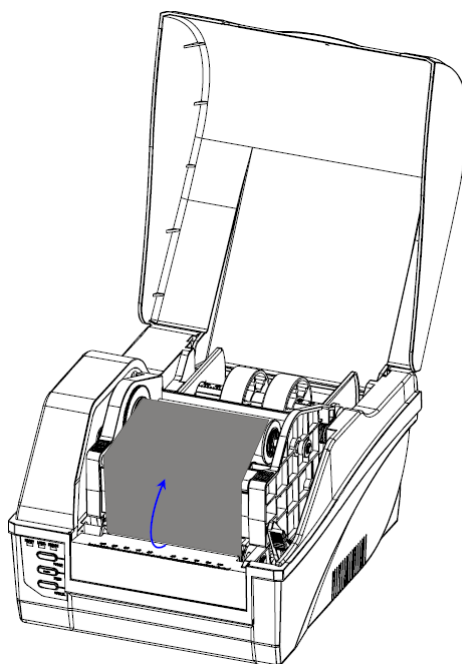

Рис.5.6
6. Обмотайте конец ленты риббона вокруг другого валика и разместите его в перемоточное устройство риббона (Рис.5.6).